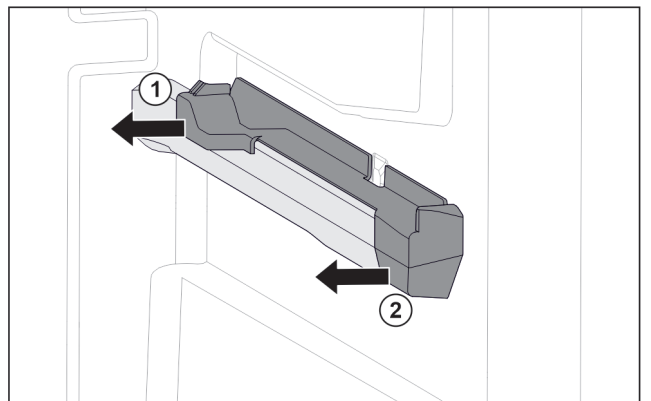

Fig. 83 Elemento inseribile sulla nervatura destra del contenitore
- ▶ Estrarre l'elemento inseribile dal lato posteriore di lato. Fig. 83 (1)
- ▶ Estrarre l'elemento inseribile dal lato anteriore di lato. Fig. 83 (2)